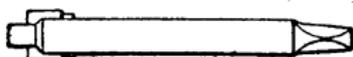

Fig. 519.
(1) Les écoles techniques devraient tout d'abord prendre cette initiative ainsi que nous le faisons d'une façon générale dans notre enseignement et dans nos écrits. C. C.
**Porte-lames** (Voir lames). — Le porte-lames (fig. 519) est à la machine à percer ce que le me-